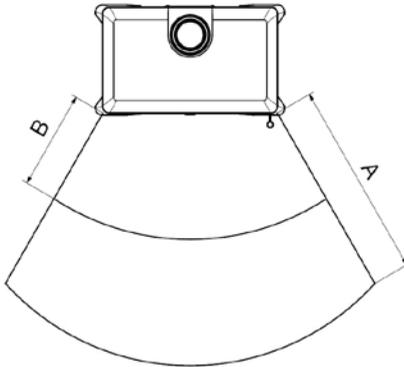

Bild 7
Im Sichtbereich (Strahlungsbereich) des Feuers muss zu brennbaren Bauteilen, Möbel oder auch z.B. zu Dekostoffen ein Abstand von mindestens **100 cm** (A), gemessen ab Vorderkante Feuerraumöffnung eingehalten werden. Der Sicherheitsabstand reduziert sich auf **50 cm** (B), wenn ein belüfteter Strahlungsschutz vor das zu schützende Bauteil montiert wird (Beispiele siehe Abb. 7)